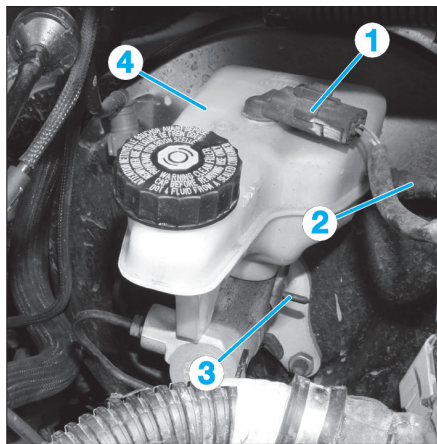

Fig. 12
- Débrancher le connecteur (1) (Fig.12).
- Débrancher la durit d'alimentation (2) de cylindre émetteur d'embrayage.
- la goupille de fixation (3) du réservoir de liquide de frein,
- le réservoir de liquide de frein (4).